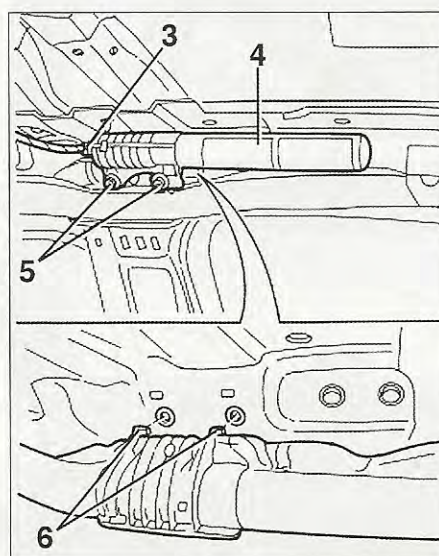
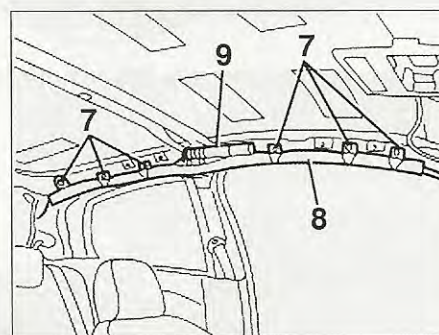

FIG. 19
FIG. 20
- Desconectar el conector (3) de cebado del airbag cortina (4) (fig. 19).
- Desmontar los tornillos de fijación (5) de cebado del airbag.
- Retirar el cebado del airbag de sus tetones de centrado (6).
- Taladrar todos los remaches de fijación (7) del airbag cortina (8) (fig. 20).
- Desmontar el airbag cortina (8) y el cebado de airbag (9).